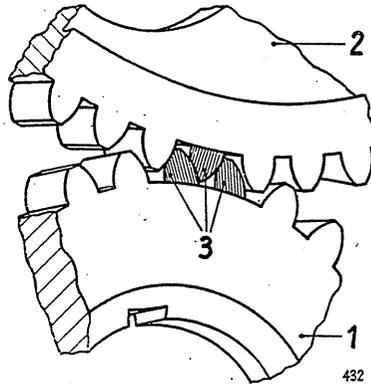

Bild Nr. 56
4. Komplettierte Nockenwelle in die Gestellbohrungen einführen. Auf richtige Stellung der Zahnradmarkierung zur Kurbelwelle achten (siehe Bild Nr. 56).
2. Nockenwelle mit vorderem Kugellager von vorn einschieben und Zahnrad aufsetzen, auf richtige Stellung der Zahnradmarkierung zur Kurbelwelle achten (siehe Bild Nr. 56).